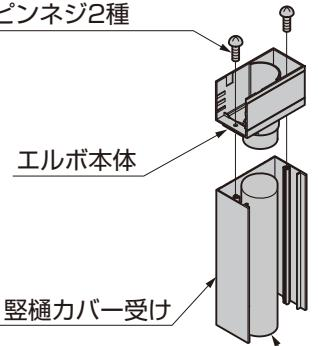
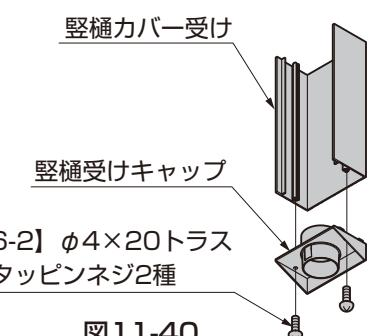

図11-39
図11-40
⑥豊樋の長さをH24の場合は2138mmに、H29の場合は2593mmに切断してください。
⑦豊樋受けキャップを豊樋カバー受けに【6-2】で取付けてください。(図11-40参照)
⑧⑥で切斷した豊樋を豊樋受けキャップに差し込んでください。
⑨エルボ本体を豊樋に挿入しつつ豊樋カバー受けに【6-2】で取付けてください。(図11-39参照)